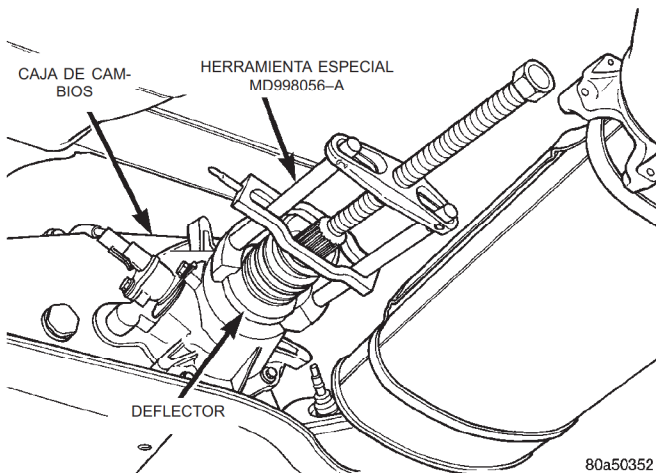

Fig. 8 Desmontaje del deflector trasero
- (1) Retire el adaptador del velocímetro.
- (2) Abra la abrazadera de fleje que asegura la funda fuelle del eje transmisor en el deflector con la ayuda de una lezna adecuada, o equivalente.
- (3) Retire la funda fuelle del eje transmisor del deflector y retire el eje transmisor.
- (4) Utilizando el extractor MD-998056-A, retire el deflector trasero (Fig. 8).